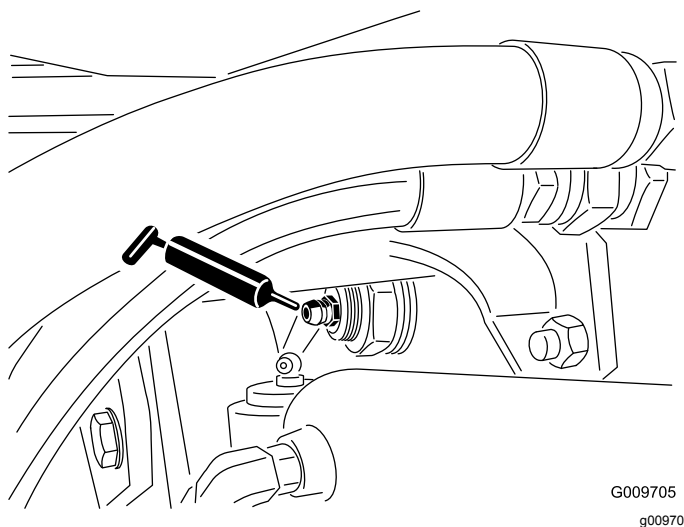

Bild 47
- Hinterachsen-Drehbüchsen (2) (Bild 47)